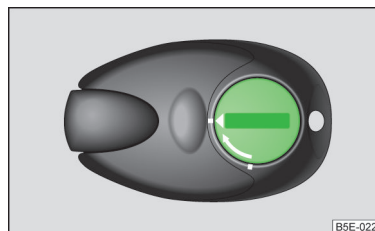

Fig. 208
- Bateria este amplasată pe spatele telecomenzii radio, sub un capac » fig. 208.